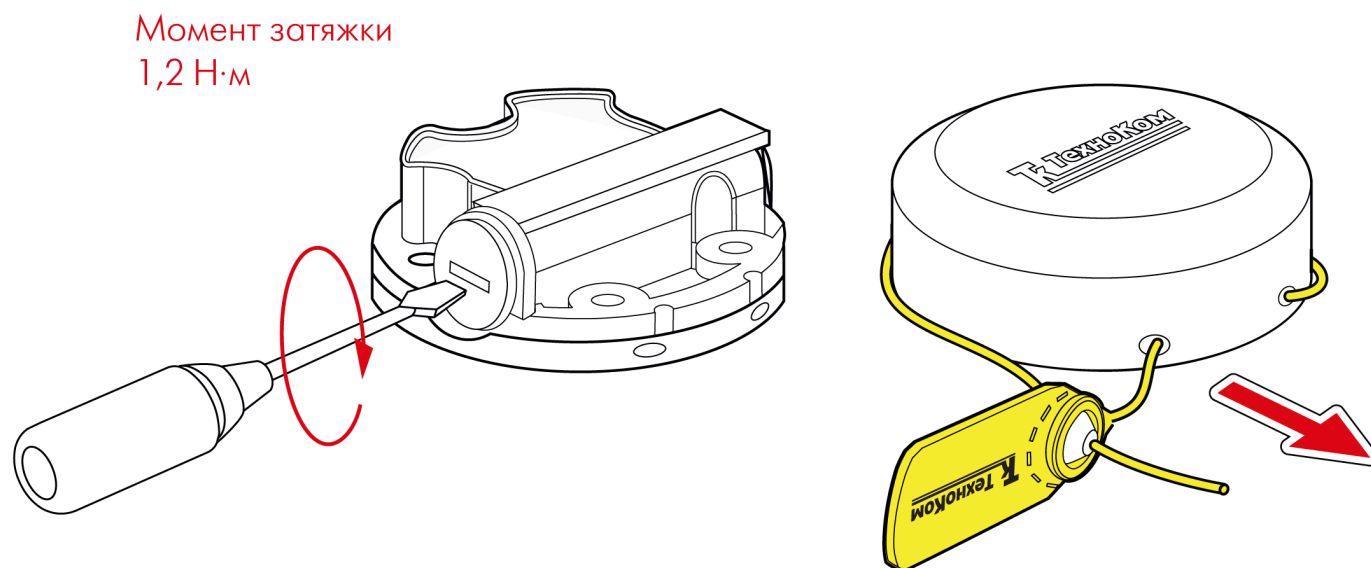

Рис.50. Окончание замены батареи
5. Закрутить резьбовую заглушку с моментом затяжки 1,2 Н·м (Рис.50).
7. Установить на корпус защитную крышку и новую пластиковую пломбу ФАСТ-330 (Рис.50).